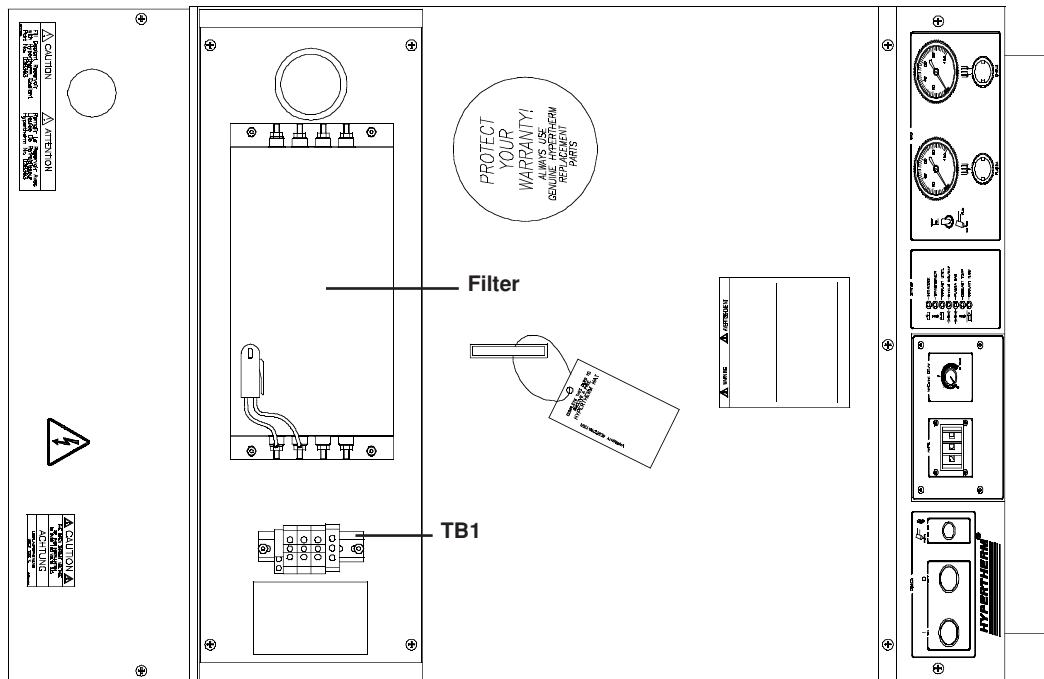

Abbildung a-2 Stromquelle MAX200 mit abgenommener Abdeckung des elektromagnetischen Interferenz-Filters – Ansicht von oben
2. Die vier Filterabdeckungsschrauben lösen und die Abdeckung entfernen, damit die Netzspannungsspannungsanschlüsse zu TB1 (siehe Abb. a-2) erreichbar sind.